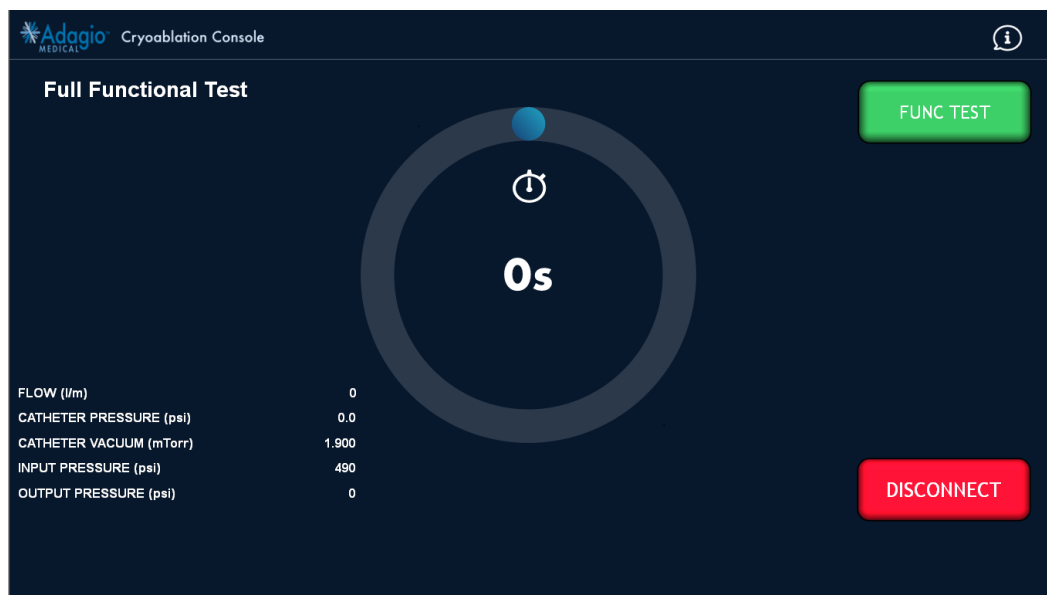
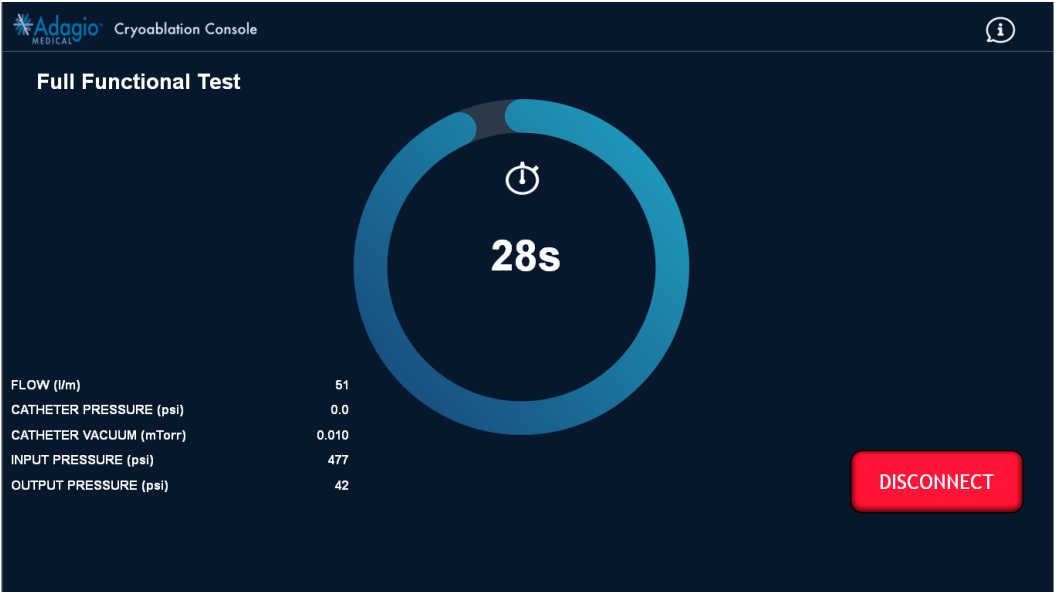
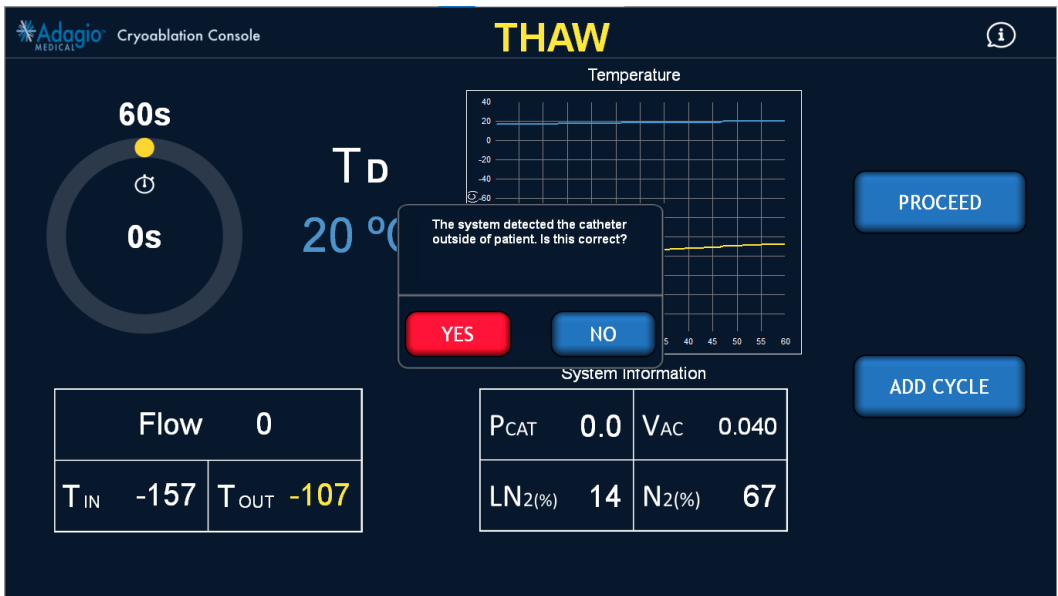

Figure 43 – Écran Full Functional Test (Test de fonctionnement intégral)
Figure 44 – Écran de test de fonctionnement intégral en cours
Figure 53 – Écran indiquant que le système a détecté le cathéter en dehors du patient
12. Une fois les auto-tests du cathéter terminés (Figure 40), le message d'invite suivant s'affiche. Appuyer sur le bouton « PROCEED » (POURSUIVRE) pour passer au mode de test de fonctionnement intégral (Figure 43).
13. Avant d'effectuer le test de fonctionnement intégral, immerger l'élément de cryoablation (partie assurant la congélation) dans du sérum physiologique. Une fois prêt, sur l'écran Full Functional Test (Test de fonctionnement intégral) [Figure 43], appuyer sur le bouton « FUNC TEST » (TEST DE FONCTIONNEMENT) pour commencer la congélation. Le test prendra 30 secondes. Au cours de la congélation, observer le cathéter pour s'assurer que de la glace se forme le long de l'élément de cryoablation et qu'aucune bulle d'air ne s'échappe ou ne se forme dans la glace. Sur l'écran du test de fonctionnement intégral en cours (Figure 44), vérifier aussi que la pression du cathéter sur l'écran ne s'élève pas au-dessus de 1 psi. NE PAS UTILISER le cathéter en présence de bulles ou en cas d'augmentation de la pression.
8. La console peut détecter lorsque le cathéter est retiré du patient à tout moment pendant l'intervention (sauf pendant le cycle de congélation). Si la console détecte le retrait du cathéter, une boîte de dialogue s'affiche (Figure 53) demandant à l'utilisateur de sélectionner « YES » (OUI) ou « NO » (NON). Si « NO » (NON) est sélectionné, la boîte de dialogue disparaît et l'utilisateur peut passer à la congélation suivante. Si « YES » (OUI) est sélectionné, l'écran du test de fonctionnement intégral (Figure 43) s'affiche et un test de fonctionnement intégral doit être effectué.